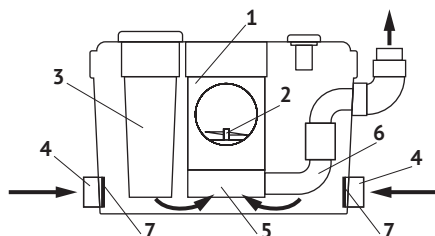

Рис. 2
душевых кабин (2). Сточные воды отводятся в канализацию через выходное отверстие (3). Обратный клапан, установленный в выходном патрубке (см. рис. 2, поз. 6) идушем от насоса, предотвращает возврат откаченной воды в станцию. На крышке корпуса станции (6), расположено вентиляционное отверстие с фильтром (4). Внутри крышки находится электромеханический микровыключатель (5), который включает, либо отключает насос в зависимости от уровня воды в накопительном бачке станции.
Сточная вода из унитаза поступает в чашу-фильтр (1), в которой расположен измельчитель (2) насоса (5), и стекает в накопительный бачок канализационной насосной станции (см. рис. 2). Жидкость из писсуаров, биде,